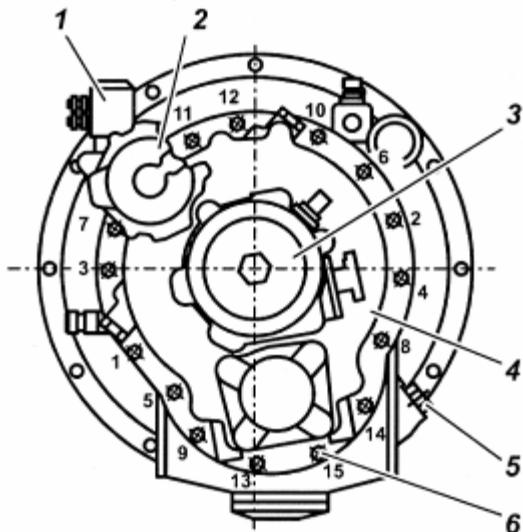

Рис. 109. Последовательность затяжки болтов крепления картера демультиплексора и размещение узлов:
Последовательность затяжки согласно рис. 109.
– Включить высший диапазон в демультиплексоре при вывернутом регулировочном болте поз. 6 (рис. 109), подав воздух под давлением от 784 до 833 кПа (8...8,5 кгс/см²) в пневмоцилиндр.